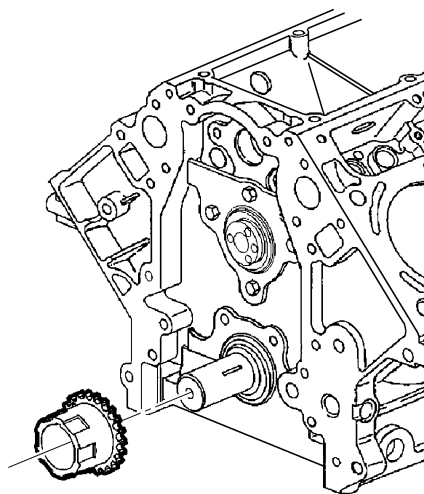

图 17-31 安装曲轴链轮
- 3) 按照图 17-31 所示，把曲轴链轮安装到曲轴前部，曲轴键要对准曲轴链轮上的键槽。